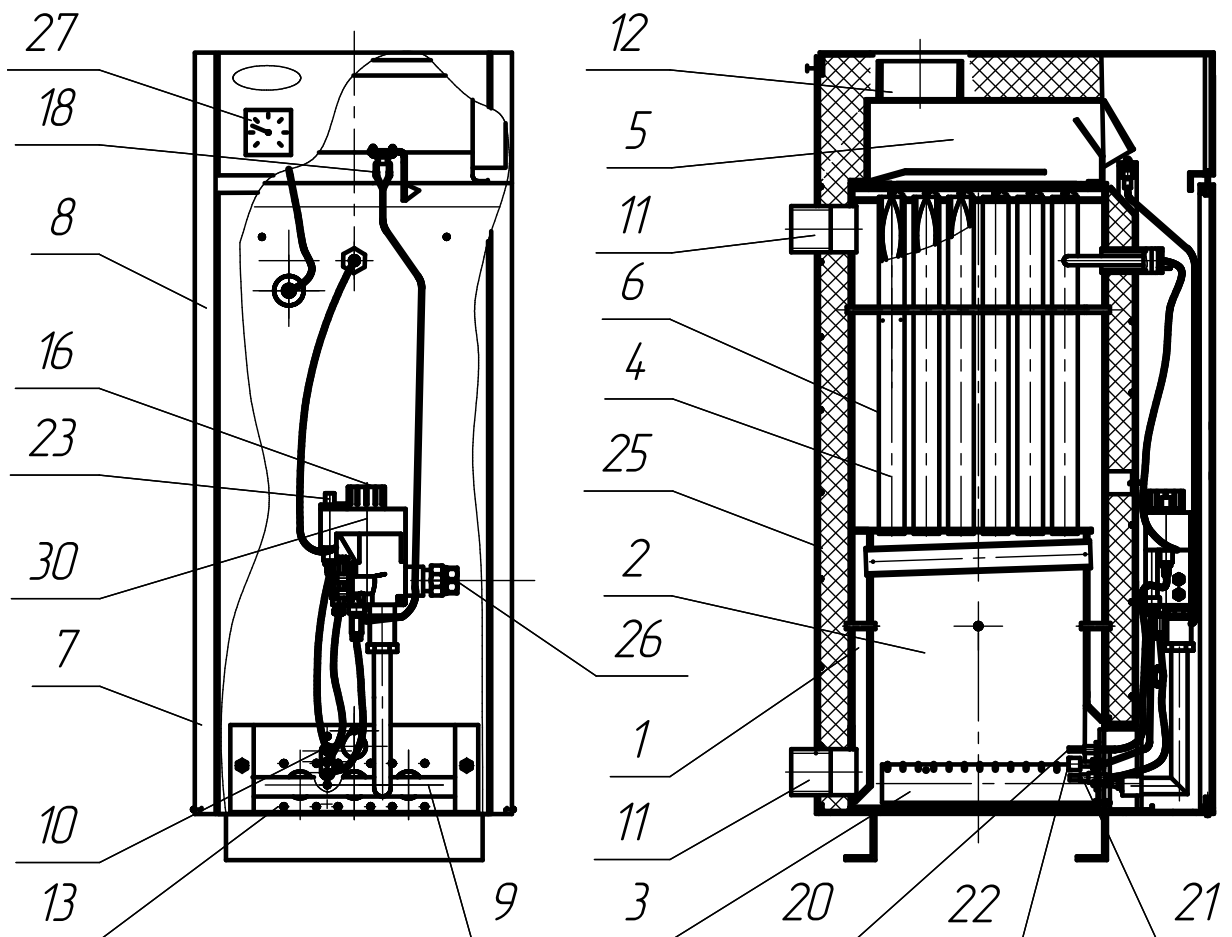
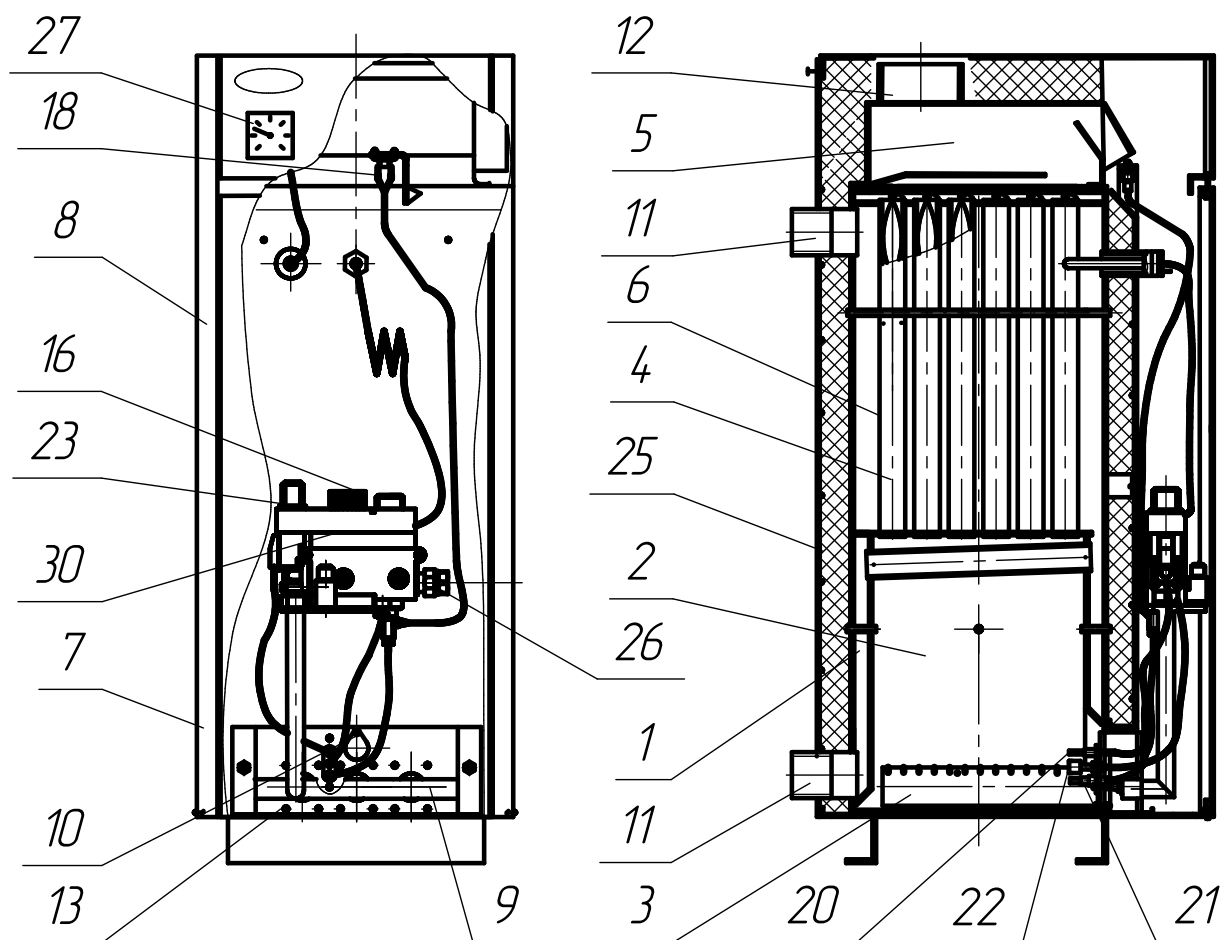

Рисунок 3.
Рисунок 4.
Автоматика управления газогорелочными устройствами «630 EUROSIT» (Рис.3) и «710 MINISIT» (Рис.4), состоит из термостатического устройства управления 630 EUROSIT и 710MINISIT (соответственно) - 30 с терморегулятором - 16; пьезокнопкой - 23; датчика тяги -18; пилотной горелки - 22 с термопарой и электродом.
Рисунок 3а.
Рисунок 4а.
7.8.2 При применении автоматики «630EUROSIT» (Рис..3):
- убедитесь, что котел выключен-точка белого цвета на ручке 2 (см.рис.3а) совмещена с знаком „звездочка” на панели;
7.8.3 При применении автоматики «710MINISIT» (Рис.4):